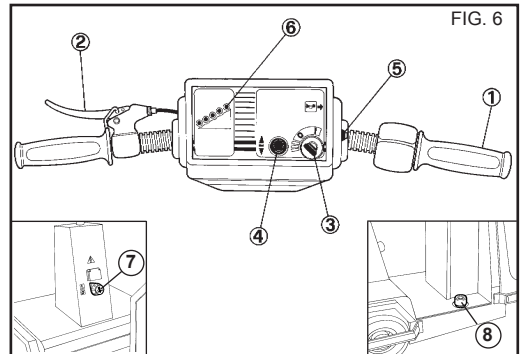
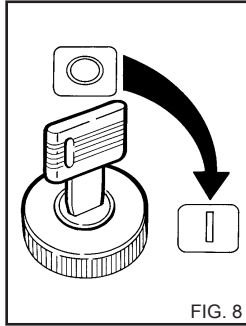

FIG. 6
FIG. 8
DISPOSITIVO DO COMANDO MOD. 250 - Fig. 6
1) Inserir a chave e girar no sentido dos ponteiros do relógio (I) (fig.8) acender-se-ão os indicadores luminosos no painel dos instrumentos para assinalar que o veículo está ligado (ref.6 Fig.6 - 7) e aguardar 2-3 segundos aproximadamente. Accionar o interruptor de emergência girando o botão para a pos. "I" (ref. 7 - 11 Fig.6 - 7)
Utilizar o botão (fig. 6 - 7 ref. 4) para inverter o sentido da marcha (para a frente ou para trás).
- Accionar o veículo com a alavanca/acelerador (Rif. 1 Fig. 6 - 7).
△ Manter carregado com um pé o interruptor Homem a Bordo. Tirando o pé do interruptor o veículo pára automaticamente (Rif. 8 - 12 Fig. 6 - 7).
O veículo não deve trabalhar até a completa descarga da bateria (atenção ao sinal amarelo do painel de control) Rif. 6 Fig. 6 - 7). A duração do trabalho deve estar de acordo com o tempo de autonomia da bateria.
Desacelerar até ao mínimo (Rif. 1 Fig. 6 - 7).
Rodar a chave (3) pondo-a na posição "0" (todos os indicadores luminosos devem estar apagados); girar o interruptor de emergência para a posição "0" (fig. 8).
A bateria deve ser recarregada quando a luz verde se apaga (Rif. 6 Fig. 6 -7) e apenas se mantem acesas as amarelas ou vermelhas